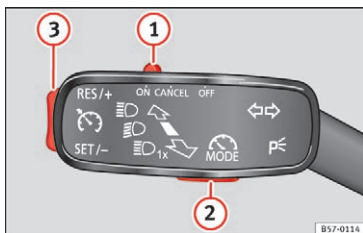

Fig. 185 På venstre side af ratstammen: kontakt og knapper til betjening af hastighedsbegrænser
Hvis du ønsker at deaktivere hastighedsbegrænseren midlertidigt (fx ved overhaling), skal du flytte kontakten » Fig. 185 ① på blinklysarmen til position **CANCEL** eller flytte den tredje betjeningsarm til trykpunktet **CANCEL** eller trykke på knappen ② på én af de to betjeningsarme.